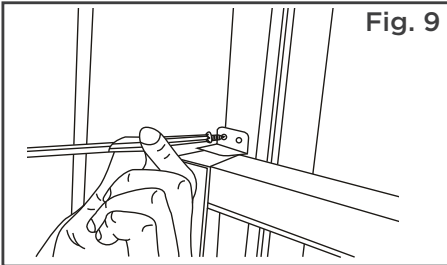

Fig. 9
C. Mantenga la hoja inferior en su lugar mediante la fijación de la cerradura del bloqueo de ventana con el tornillo de 3/4" (19 mm) o 1/2" (12,7 mm) como se muestra (Fig. 9).